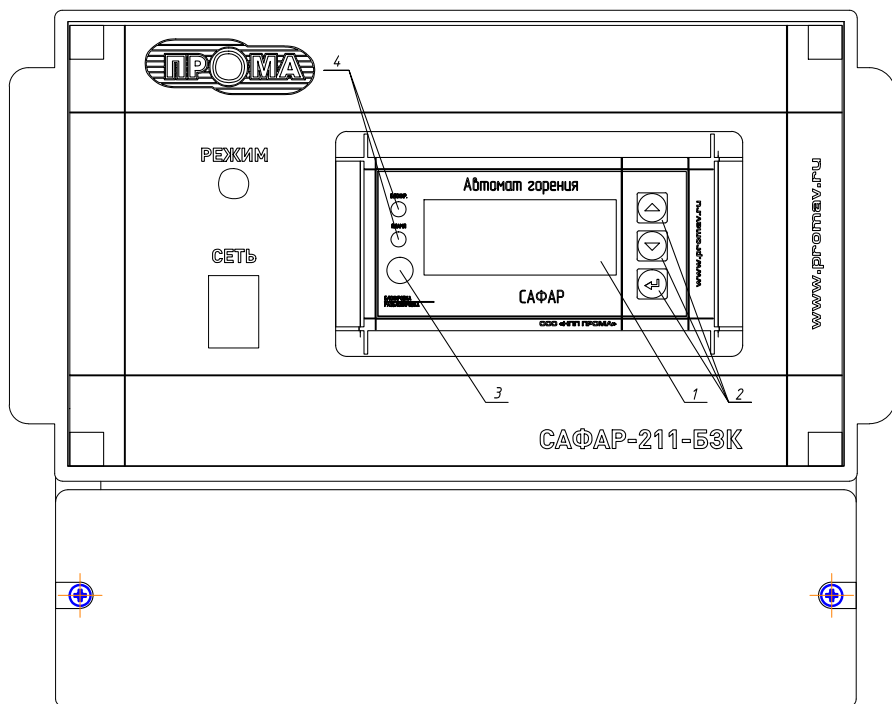

Рис. 2: Лицевая панель автомата горения САФАР настенного исполнения Н.
5.1.3 На передней панели расположены кнопки управления, жидкокристаллический индикатор (ЖКИ) и светодиоды (рис. 2 и 3).